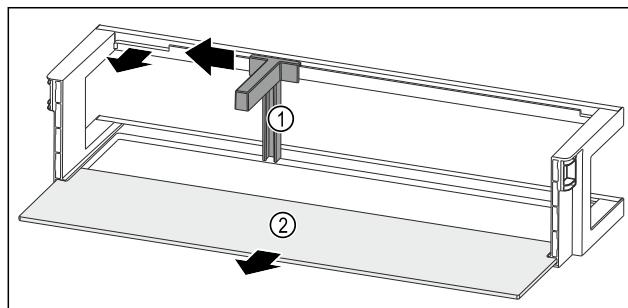

Fig. 93 Raft montat pe ușă cu suport pentru sticle și raft
- Împingeți în lateral suportul pentru sticle Fig. 93 (1) până la degajare.
- Extragăti suportul pentru sticle Fig. 93 (1).
- Extragăti raftul Fig. 93 (2).